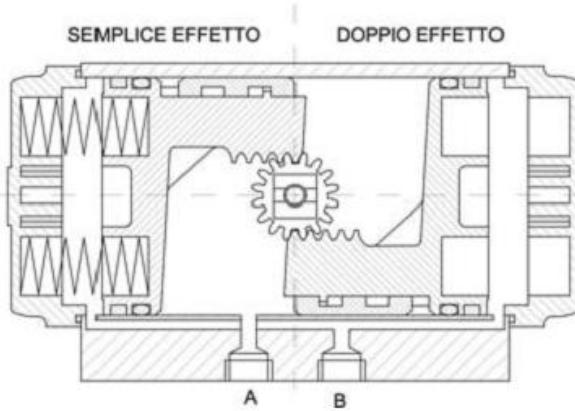

fig. 1
- ruotare ancora il pignone di circa 30° in senso antiorario. Quindi inserire i pistoni nel corpo del cilindro (vedi fig.1) applicando un'uguale pressione ad entrambi fino a che le cremagliere non abbiano ingranato. Assicurarsi che i pistoni siano inseriti simmetricamente, in caso contrario estrarre i pistoni e ripetere la procedura.